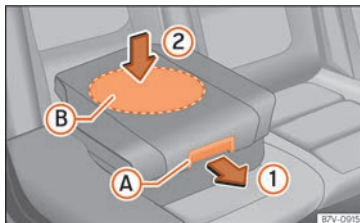

Abb. 36 Integrierter Kindersitz: Sitzpolster zurückklappen.
- Sitzpolster am Entriegelungshebel » Abb. 36 (A) in Pfeilrichtung (1) nach vorn ziehen.
- Sitzpolster im mittleren Bereich (B) in Pfeilrichtung (2) nach unten drücken, damit es sicher einrasten kann » (1). Die Seitenhalter klappen automatisch ein.
Beim Zurückklappen des integrierten Kindersitzes nur in der Mitte auf das Sitzpolster drücken » Abb. 36 (2). Andernfalls kann sich das Sitzpolster verkanten und nicht sicher einrasten.